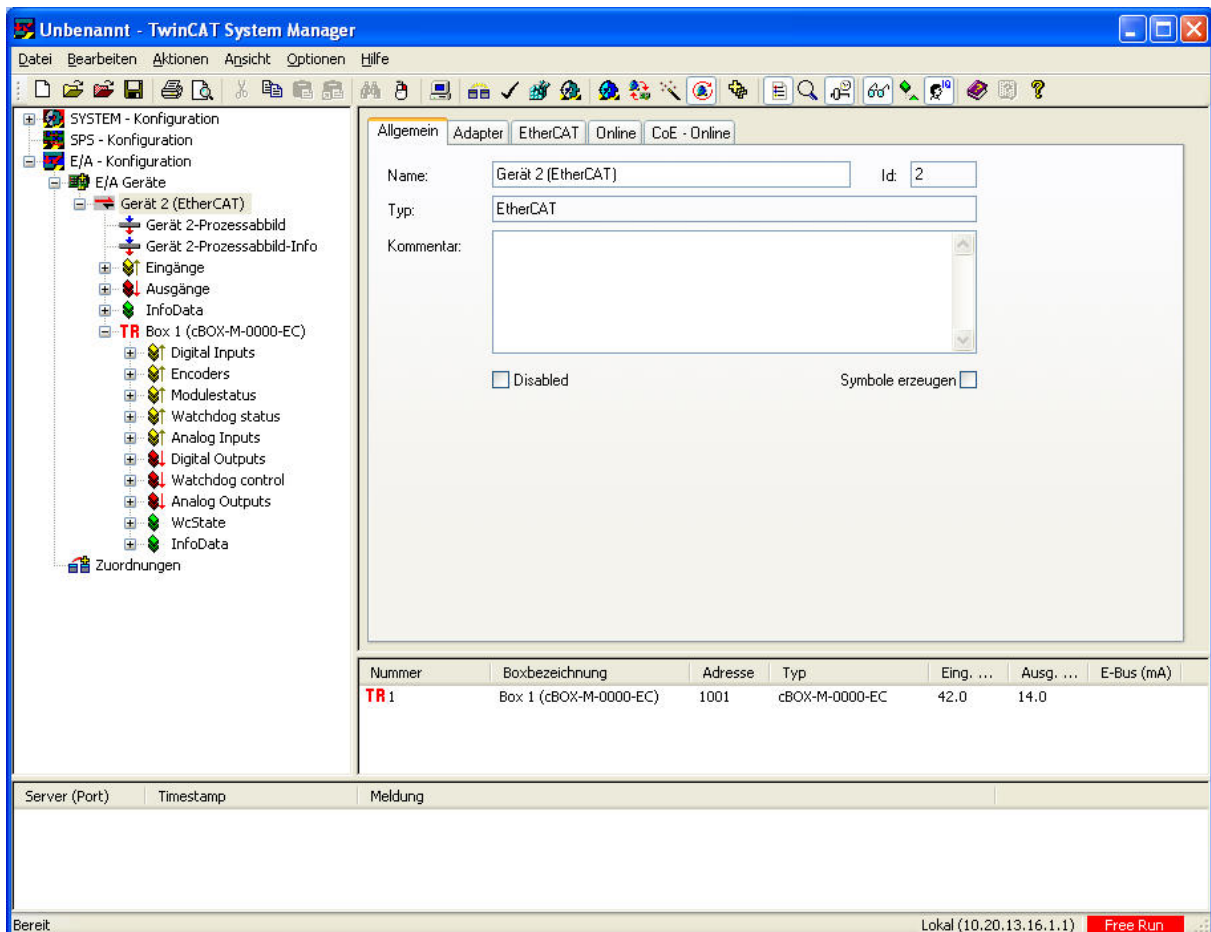

Abbildung 8.3.1: combiBOX im Free-Run Modus mit TwinCAT
Die combiBOX kann jetzt im „Free Run“ betrieben werden. (Siehe Abbildung 8.3.1)
10. Nach dem erfolgreichen „Boxen Scannen“ erscheint die combiBOX automatisch in der Baumstruktur und kann jetzt im „Free Run“ betrieben werden. (Siehe Abbildung 8.3.1)
12. Nach dem erfolgreichen manuellen anfügen der combiBOX erscheint diese automatisch in der Baumstruktur und kann jetzt im „Free Run“ betrieben werden. (Siehe Abbildung 8.3.1)